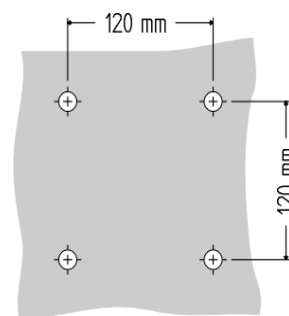

Fig. 8
- Eseguire sul muro n.4 fori $\varnothing 8$ profondi 45mm come mostrato in Fig. 8;